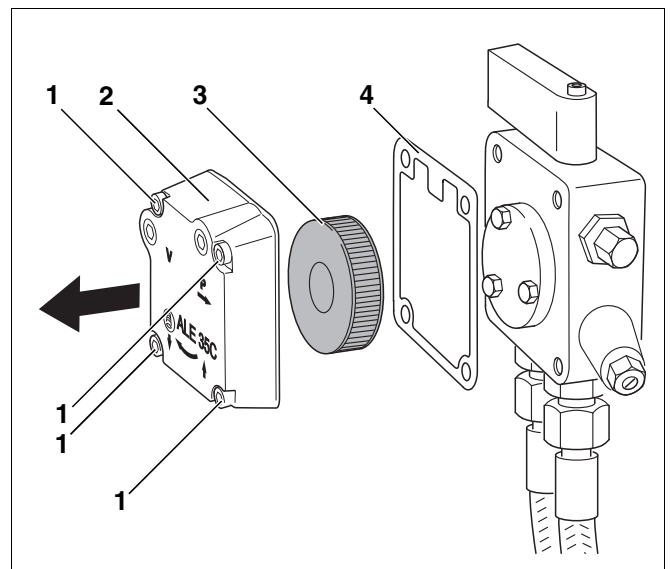

Abb. 40 Ölpumpenfilter prüfen – Ölpumpe Suntec
- Die vier Innensechskantschrauben (Abb. 40, **Pos. 1**) lösen.
- Gehäusedeckel (Abb. 40, **Pos. 2**) abnehmen.
- Ölpumpenfilter (Abb. 40, **Pos. 3**) herausnehmen.
- Dichtung (Abb. 40, **Pos. 4**) auf Beschädigung prüfen und ggf. austauschen.
- Ölpumpenfilter (Abb. 40, **Pos. 3**) mit Waschbenzin reinigen, ggf. austauschen und wieder in die Ölpumpe einbauen.